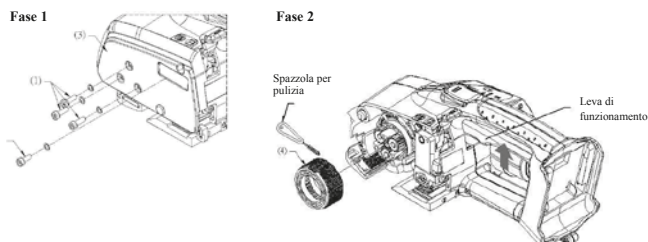

FIG. 17. Pulizia della ruota d'alimentazione
7.1.2 Metodo di pulizia completa: (Fare riferimento alla Fig. 17)